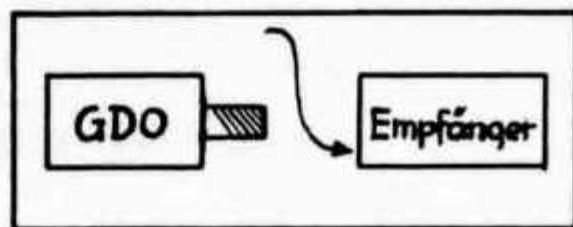

Fig. 1
1. **Empfänger-Abstimmung:** Der GDO wird in einiger Entfernung vom Empfänger in die Nähe der Antennenzuleitung gebracht. Hierauf wird der Empfänger nachgestimmt, was nach dem S-Meter oder notfalls nach Ohr geschieht. Diese Abstimm-Methode hat den Vorteil, dass die ganze Empfangsanlage unter den tatsächlichen Arbeitsbedingungen steht (Fig. 1).